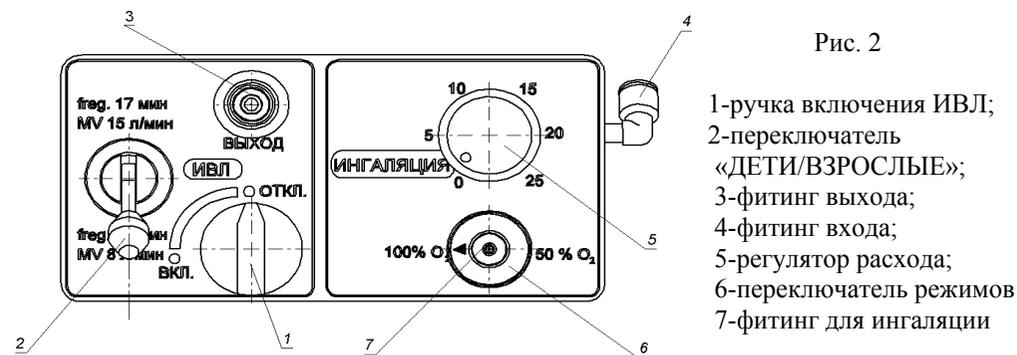
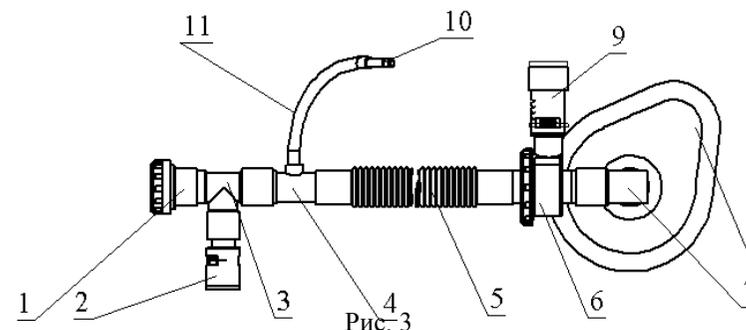

Рис. 2
Рис. 3
Убедитесь, что маховичок регулятора расхода кислорода при ингаляции 5 (рис.2) установлен в положение «0», а ручка включения режима ИВЛ 1 находится в положении «ОТКЛ.». Медленно открыть вентиль кислородного баллона и по показанию манометра редуктора убедиться в наличии давления кислорода в баллоне.
Присоединить ниппель аэрозольной маски АЗ-115 к фитингу выхода ингаляции 7 (рис.2). Ручку переключения режимов ингаляции установить в положение 100 % O₂. Поворотом маховичка регулятора расхода кислорода 5 установить необходимую подачу кислорода, указанную на шкале регулятора расхода кислорода. После проведения терапии маховичок регулятора расхода кислорода 5 установить на отметку «0».
Для проведения ингаляции с применением жидких лекарственных средств или при необходимости увлажнения кислорода при проведении кислородной терапии присоединить ниппель ингалятора КШАТ к фитингу выхода ингаляции 7 (рис.2). Поворотом маховичка регулятора расхода кислорода 5 установить необходимую подачу кислорода. После проведения терапии маховичок регулятора расхода кислорода 2 установить на отметку «0».
Присоединить ниппель трубки 10 дыхательного контура (рис.3) к фитингу выхода ИВЛ 3 (рис.2). Установить ручку переключателя режимов ИВЛ 2 (рис.2) в положение «Дети» или «Взрослые».
Установить ручку включения ИВЛ 1 (рис.2) в положение «ВКЛ.» поворотом против часовой стрелки до упора в горизонтальное положение. После проведения ИВЛ установить ручку включения ИВЛ 1 в положение «ОТКЛ.» поворотом по часовой стрелке до упора в вертикальное положение.
Регулятор подачи кислорода (рис. 2) обеспечивает управление выходными параметрами при ингаляции, а также включение и выключение режима ИВЛ
Дыхательный контур (рисунок 3) предназначен для подачи кислорода (кислородно-воздушной смеси) от регулятора подачи кислорода к маске пациента.
2. Проверка работоспособности аппарата в режиме кислородной терапии: - установить маховичок 5 регулятора расхода регулятора подачи (рис.2) кислорода в положение «0», а ручку 1 включения режима ИВЛ в положение «ОТКЛ.» и открыть вентиль баллона. Манометр редуктора должен показывать давление кислорода в баллоне; - установить маховичок регулятора расхода при ингаляции последовательно в положения «5», «10», «15», «20», «25» при положении ручки 6 (рис.2) переключения режимов ингаляции в положение - 100% O ₂ ; - перевести ручку переключения режимов ингаляции в положение - 50% O ₂ ; - установить маховичок регулятора расхода в положение «0».	Из ниппелей выхода ИВЛ и ингаляции регулятора не должен поступать кислород. Должно отмечаться последовательное увеличение подачи кислорода из ниппеля выхода ингаляции Подача смеси должна увеличиться в 2 раза по сравнению с предыдущей проверкой. Подача кислорода должна прекратиться.
3. Проверка работоспособности аппарата в режиме ИВЛ: - убедитесь, что маховичок 5 регулятора расхода кислорода при ингаляции находится в положение «0»; - установить тумблер режима работы 2 (рис.2) в режим «Дети»; - повернуть ручку 1 против часовой стрелки в положение «ВКЛ.»; - установить тумблер режима работы в режим «Взрослые»; - повернуть ручку 1 по часовой стрелке в положение «ОТКЛ.».	Частота вдохов должна быть 30 мин ⁻¹ . Частота вдохов должна быть 17 мин ⁻¹ . Подача кислорода должна прекратиться.